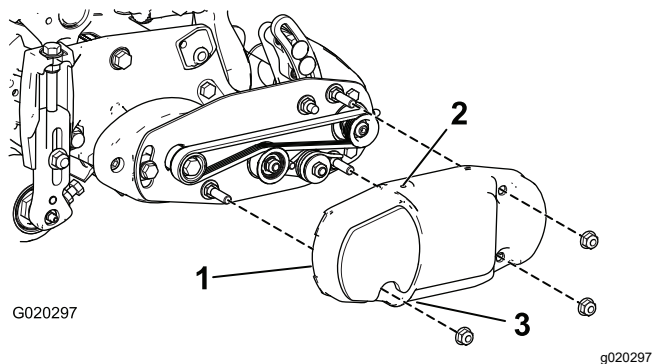

Figura 16
2. Deslize a cobertura da correia para os parafusos de montagem e fixe-a com duas porcas flangeadas (Figura 16).